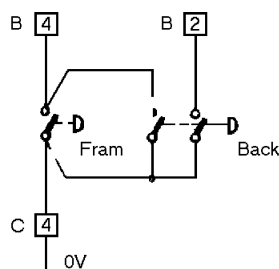

Fig 13
- Fernsteuerung der manuellen Fahrbewegung, siehe Abb. 13 auf Seite 28.